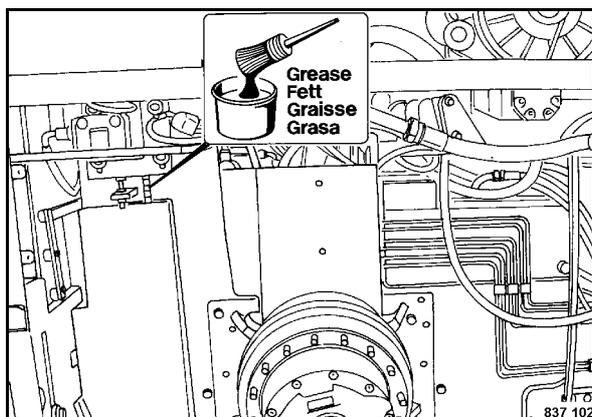

Fig. 165
- Smontare il coperchio 1 (Fig. 165) e ingrassare le maglie con un pennello.
- Ingrassare la superficie di scorrimento (2) della regolazione in altezza coclea.